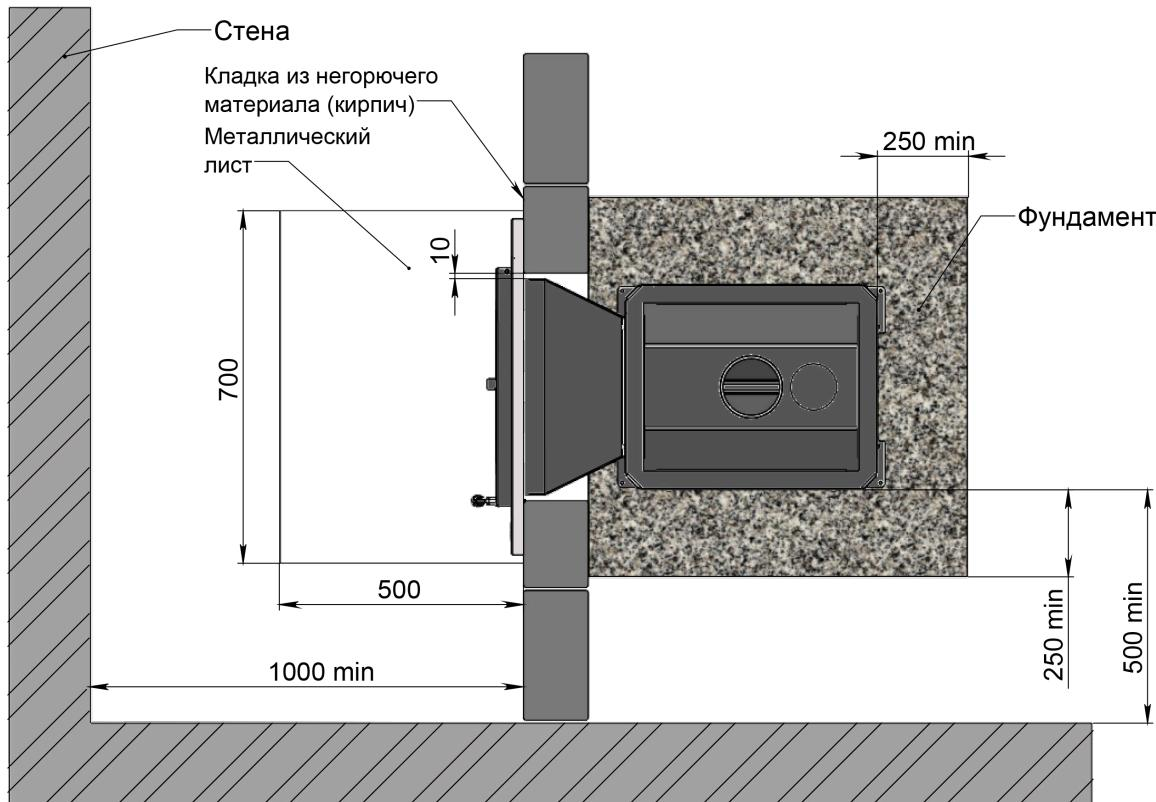

Рис. 3 Схема установки печи PLAZMA (вид сверху)
Передняя и боковая поверхность печи могут располагаться на расстоянии не менее 50 мм от стены, сделанной из негорючих материалов (рисунок 3).
2. Установить печь со стороны парильного помещения так, чтобы топливный канал прошел сквозь отверстие, предусмотренное в стене (рис. 3, 4).